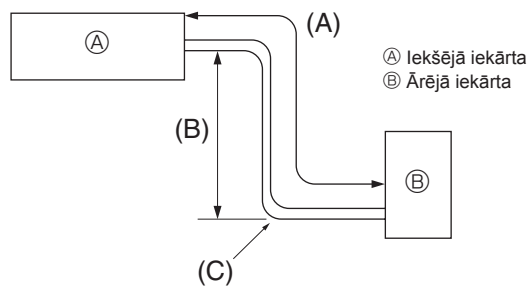

Fig. 5-1
5.1. Aukstumaģenta caurule (Fig. 5-1)